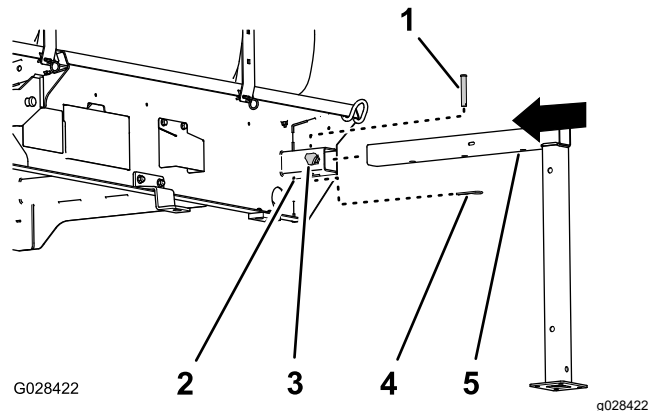

图 133
1. 将前顶车架与药缸前面的顶车架接收器对齐图 133。
2. 将顶车架插入接收器直到水平顶车架管的中间孔与接收器顶部的孔对齐图 133。
4. 将锁定旋钮拧到接收器中然后用手拧紧旋钮图 133。